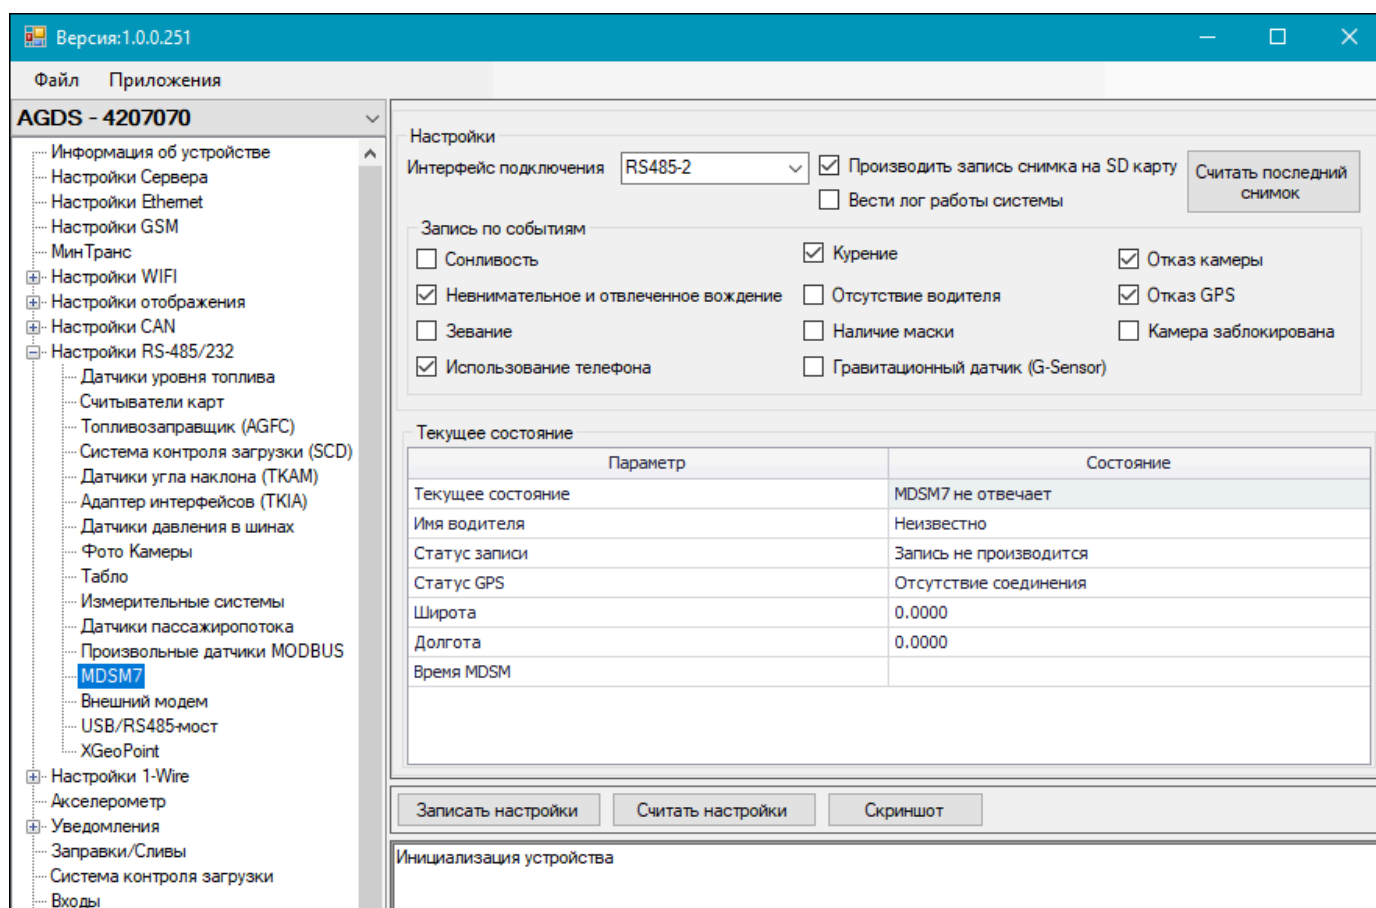

Рис.91. Рабочая область пункта «MDSM7»
2. Выберите в списке программы-конфигуратора пункты **Настройка RS-485/232 | MDSM7 (Рис.91)**.